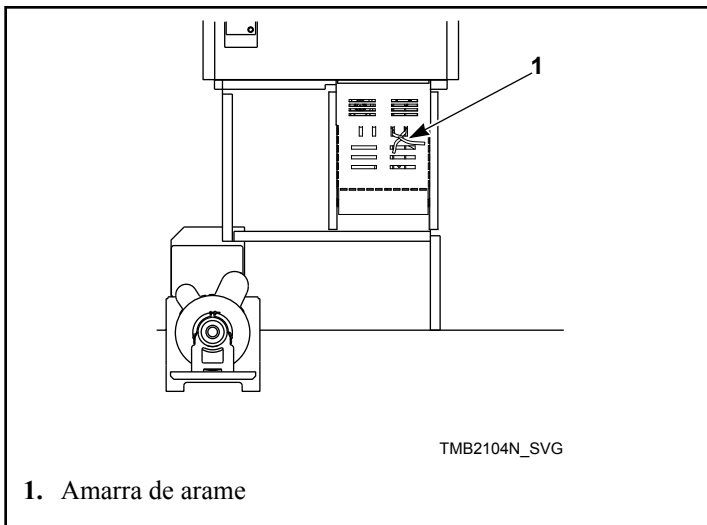

Figura 12
3. Remova e descarte a amarra de arame do interruptor de fluxo de ar, para que ele possa oscilar livremente. Consulte a *Figura 12*.